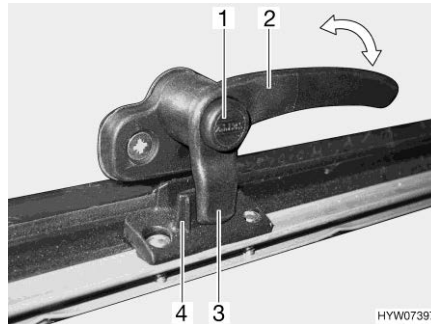
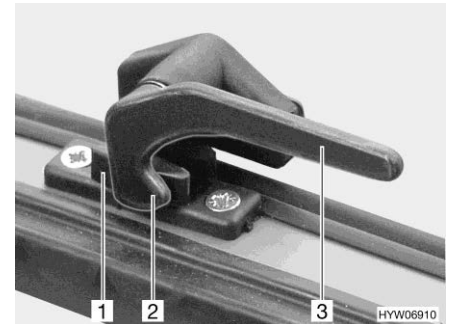

Fig. 96 Palanca de bloqueo con botón de seguridad en la posición "cerrada"
Fig. 97 Palanca de bloqueo en la posición "cerrada"
- Si existe, pulsar el botón de seguridad (Fig. 96,1) y mantenerlo pulsado.
- Girar la palanca de bloqueo (Fig. 96,2 ó Fig. 97,3) un cuarto de vuelta hacia la mitad de la ventana.
- Girar la palanca de bloqueo (Fig. 96,2 ó Fig. 97,3) un cuarto de vuelta hacia el marco de la ventana.
- El saliente de bloqueo (Fig. 96,3 ó Fig. 97,2) de la palanca de bloqueo se encuentra en la cara interior del bloqueo de la ventana (Fig. 96,4 ó Fig. 97,1).
- En la posición "cerrada fijamente" (Fig. 96 y Fig. 97)